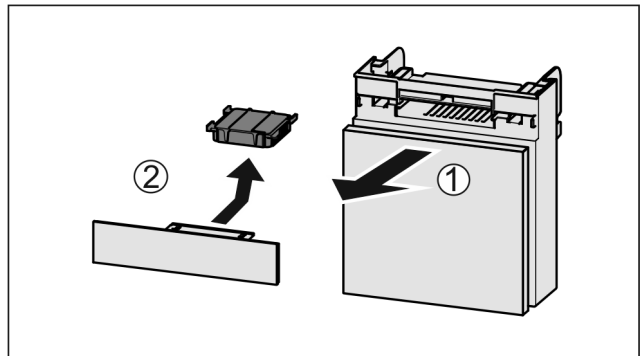

Fig. 234
- ▶ Fach nach vorne herausziehen Fig. 234 (1).
- ▶ Aktivkohlefilter entnehmen Fig. 234 (2).